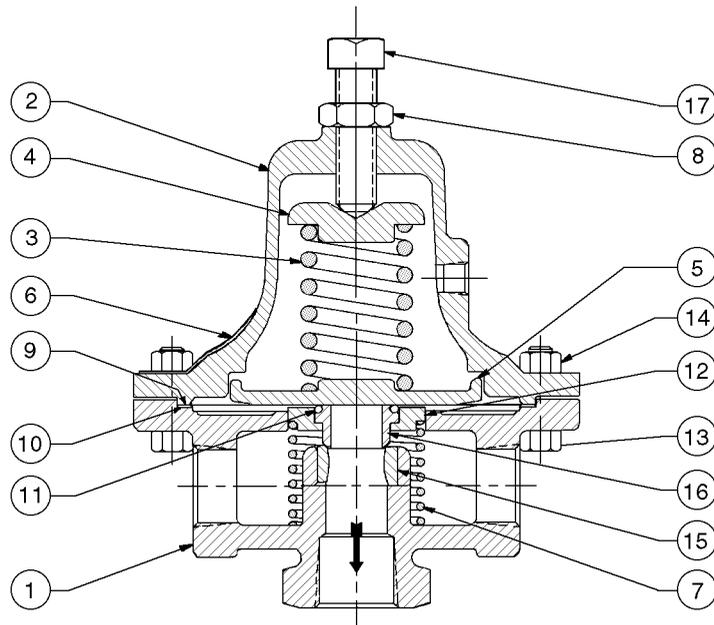

Figura 1
3. Consulte la Figura 1 para información sobre la construcción del regulador básico. Para una imagen realzada del mecanismo de asiento TFE, consulte la Figura 2.